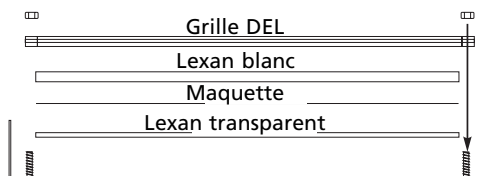

Figure 3, Assemblage des feuilles d'affichage de graphique
3. Placez la maquette d'affichage (soit la maquette ponctuelle fournie ou votre propre maquette) entre la feuille de Lexan transparent et la feuille blanche de Lexan de sorte que la maquette soit visible à travers la feuille transparente (voir figure 3 ci-dessous).